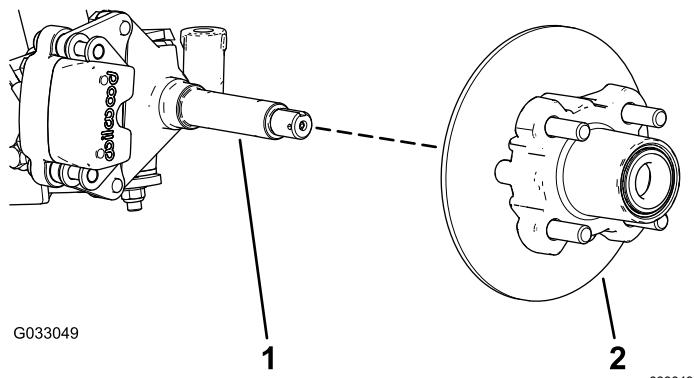
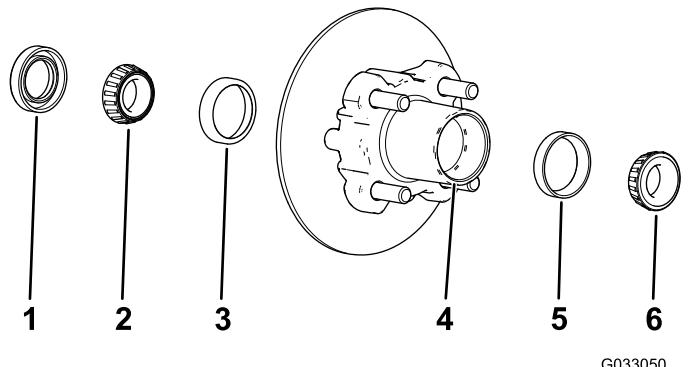

**Bild 25**
## Bild 26
4. Nehmen Sie den Staubdeckel von der Radnabe ab (Bild 25).
5. Nehmen Sie den Splint und die Mutterbefestigung von der Spindel und der Spindelmutter ab (Bild 25).
6. Nehmen Sie die Spindelmutter von der Spindel ab und trennen die Radnabe und den Drehzylinder von der Spindel ab (Bild 25 und Bild 26).